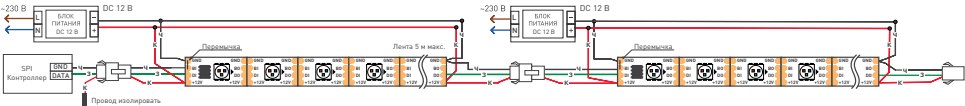
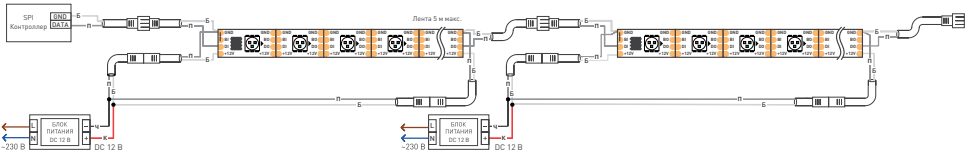

Рис. 1. Схема подключения лент SPI-5000 и SPI-5000SE.
Рис. 2. Схема подключения лент SPI-5000P и SPI-5000PGS.
Таблица для Рис. 1.
Таблица для Рис. 2.
- Подключите ленту в соответствии с выбранной схемой (Рис. 1 или Рис. 2). Соблюдайте полярность подключения и направление передачи сигнала [вход/выход]. Обращайте внимание на маркировку нанесенную на печатную плату и на цвета соединительных проводов.
- Подключите ленту согласно схеме (рисунок 1).